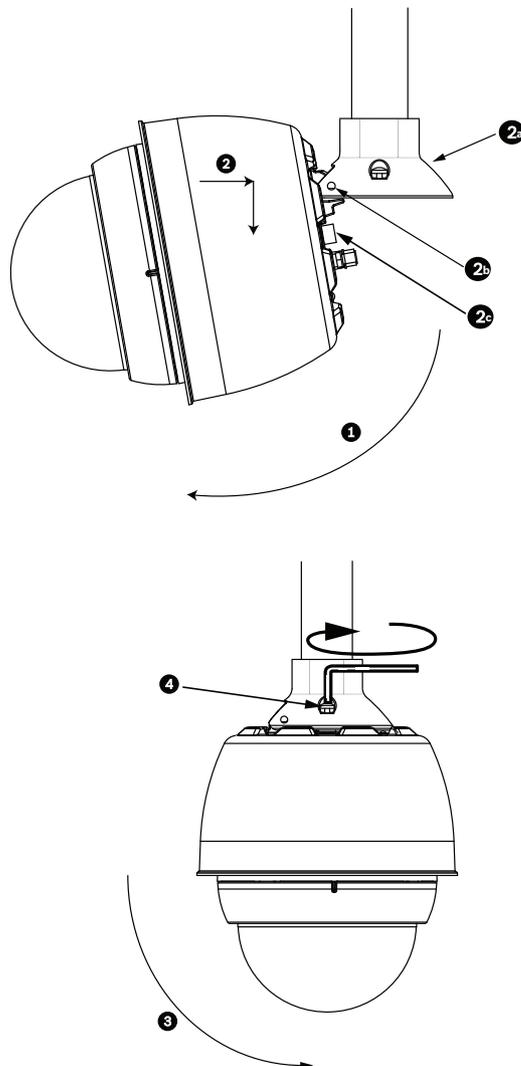

Figura 3.13 Acoplamiento de la base colgante al montaje de techo/azotea
7. Fije el brazo de sujeción en esa posición apretando los tres (3) pernos de cabeza hexagonal y acero inoxidable de 10 mm (3/8 de pulg.). Consulte la *Figura 3.13, Página 54* para ver una ilustración.